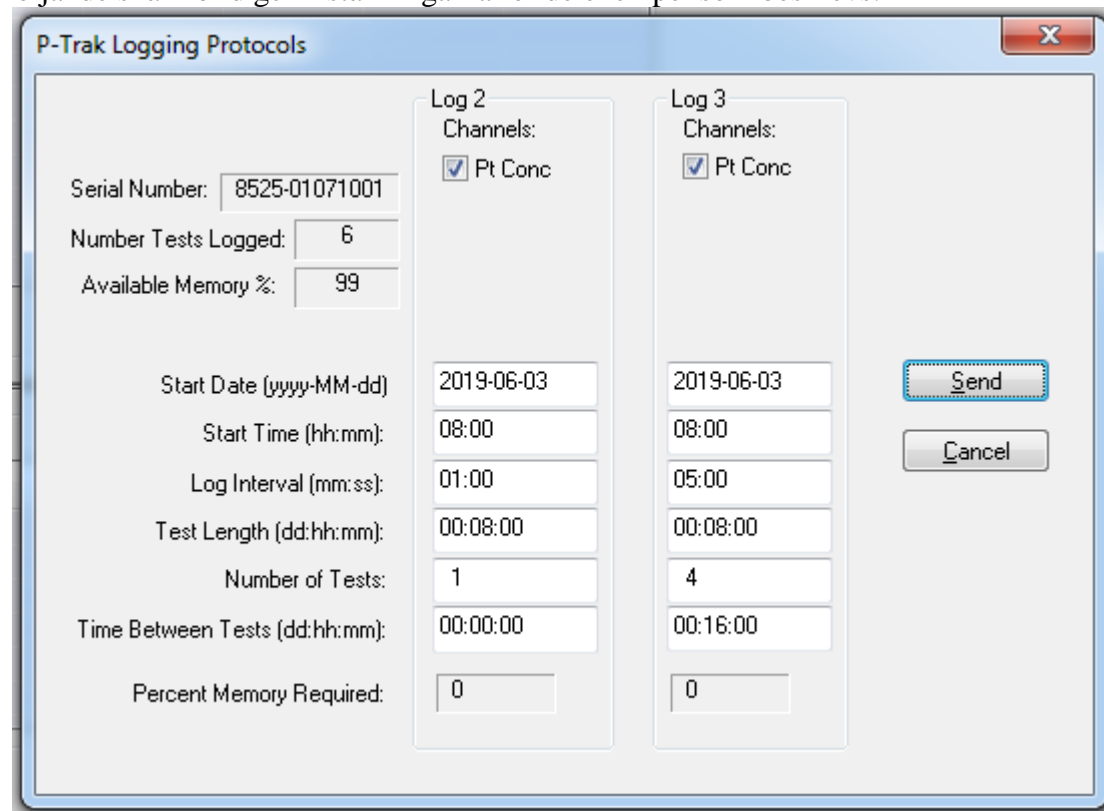

Bild 19. P-TRAK Logging exempel.
2. Välj **Logging Setup** från menyn **Instrument Setup**. TRAKPRO hämtar aktuella inställningar för Log Mode 2 och 3 från P-TRAK och visar dem (bild 19).